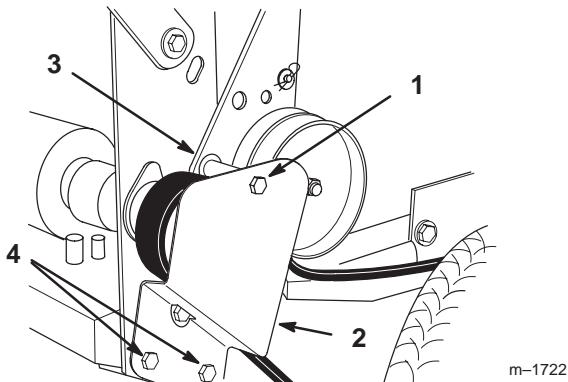

Figure 35
2. Enlevez la vis supérieure de fixation du support et de la patte de la poulie de tension sur le bâti arrière (Fig. 35).
3. Desserrez suffisamment les deux vis de montage inférieures pour permettre à la courroie de passer entre la poulie d' entraînement et le support de la poulie de tension (Fig. 35).